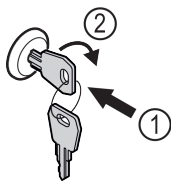

Fig. 123
- Inserire la chiave. Fig. 123 (1)
- Ruotare la chiave di 90° in senso orario. Fig. 123 (2)